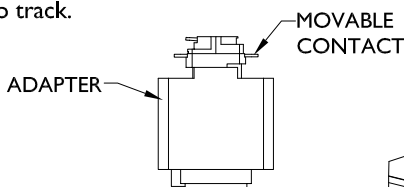

FIG. 3
1. Raise contact for upper circuit using a flat blade screwdriver until contact stops against plastic. Position MOVABLE contact to desired position. Leave contact in lower position for lower circuit of two circuit track (FIG. 3).
1. Soulever le contact du circuit supérieur à l'aide d'un tournevis à lame plate jusqu'à ce que le contact s'appuie contre le plastique. Placer le contact MOBILE dans la position désirée. Laisser le contact dans la position inférieure pour le circuit inférieur d'un rail à deux circuits (FIG. 3).